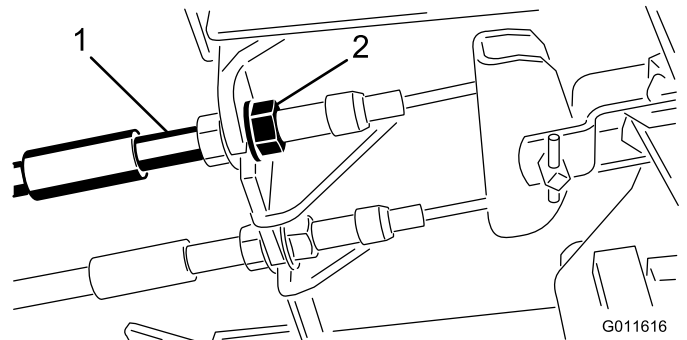

図 72
1. 遊びを減らす（ブレーキを締める）には、ブレーキケーブルのネジ山の前ナットをゆるめ、後ろのナットを締める（図 72）。